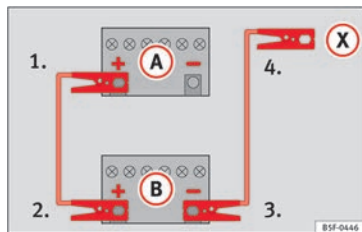

Fig. 189 Esquema de conexión para vehículos sin sistema Start Stop.
» » » fig. 189.
3. Emborne el otro extremo del cable *rojo* de emergencia al polo positivo (+) del vehículo que suministra la corriente (B).
4. **En los vehículos sin sistema Start-Stop:** emborne un extremo del cable *negro* de emergencia al polo negativo (-) del vehículo que suministra la corriente (B) » » » fig. 189.